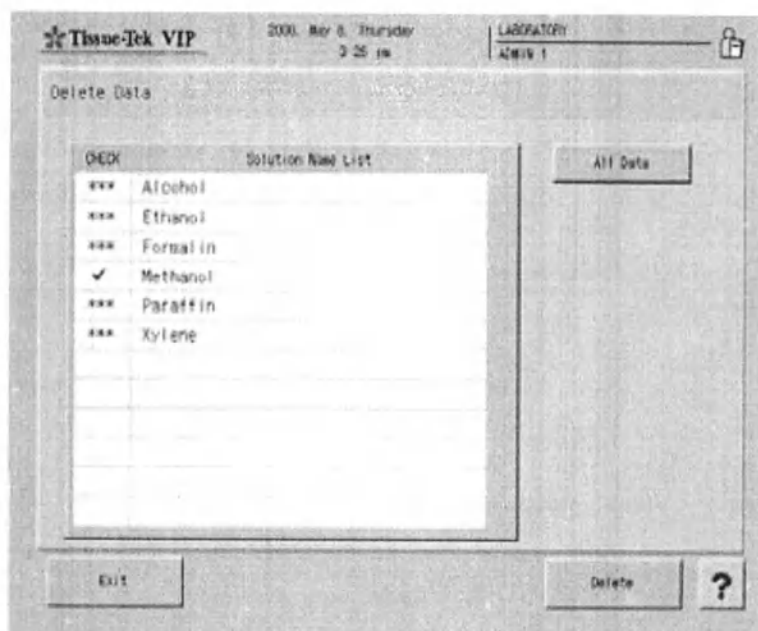

Рис. 88 Удаление названия раствора
- Появится экран «Solution Name List» (Список названий растворов) (Рис. 88).